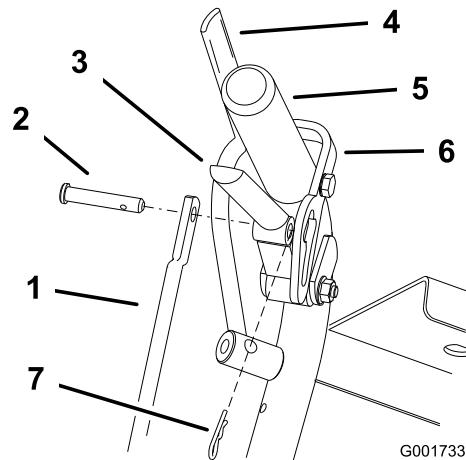

Figura 42
- Ajuste la longitud de la varilla de control soltando la palanca de avance y retire el pasador de horquilla y el pasador. Gire la varilla en el acoplamiento (Figura 42).
- Coloque el pasador en la palanca de avance (Figura 42).
- Instale el pasador de horquilla entre las palancas de avance y los cierres de bloqueo de punto muerto e introduzcalo en el pasador (Figura 42).